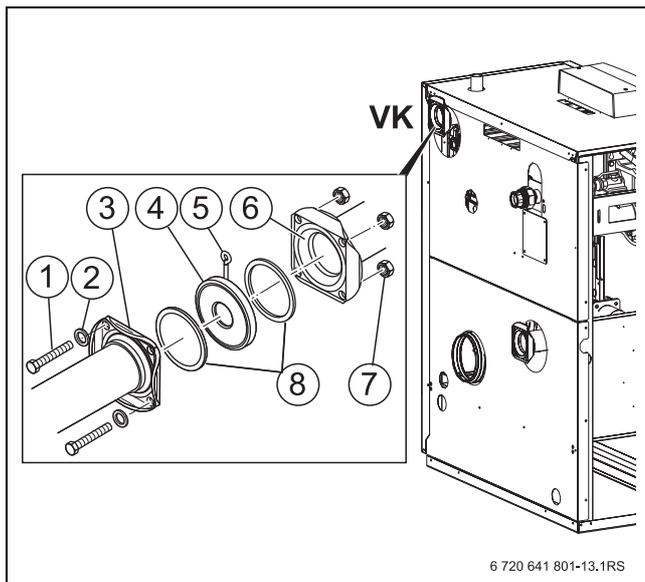

Рис. 12 Подключение подающей линии
▶ Установите обратный клапан (рис. 12, [4]) на подающей линии.